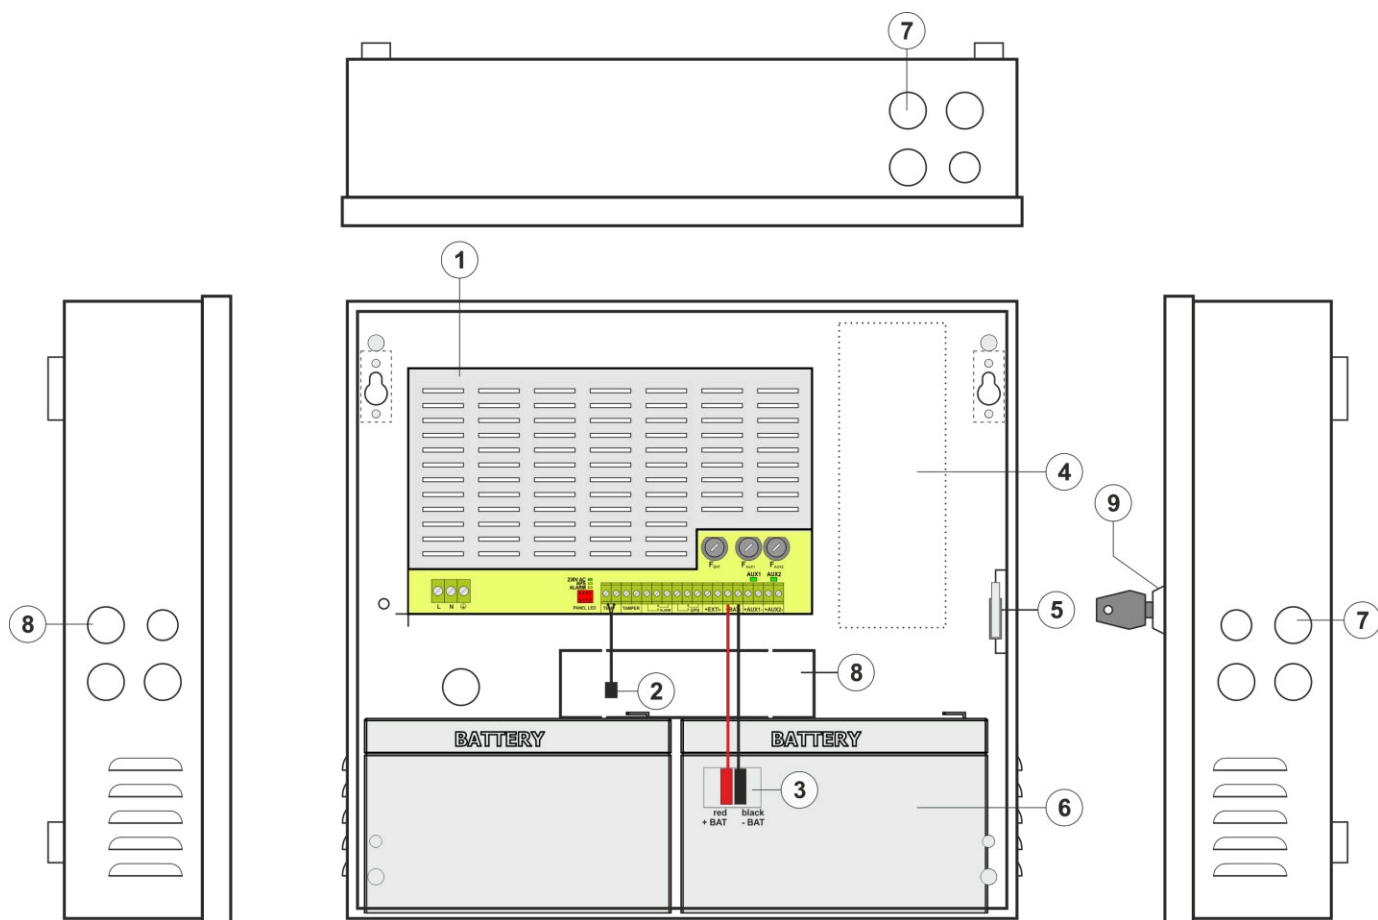

Fig. 3. Vue de l'alimentation basée sur EN54C-2A7.
Tableau 2. Éléments de la PSU (Fig. 3).
5. Installez les batteries dans une zone désignée de l'enceinte (voir Fig. 3). Connectez les batteries à l'unité d'alimentation en veillant à respecter la polarité. Les batteries doivent être connectées en série à l'aide du câble spécial (inclus). Fixez la sonde de température à l'une des piles à l'aide du ruban adhésif de montage (inclus). Placez la sonde de température entre les piles.